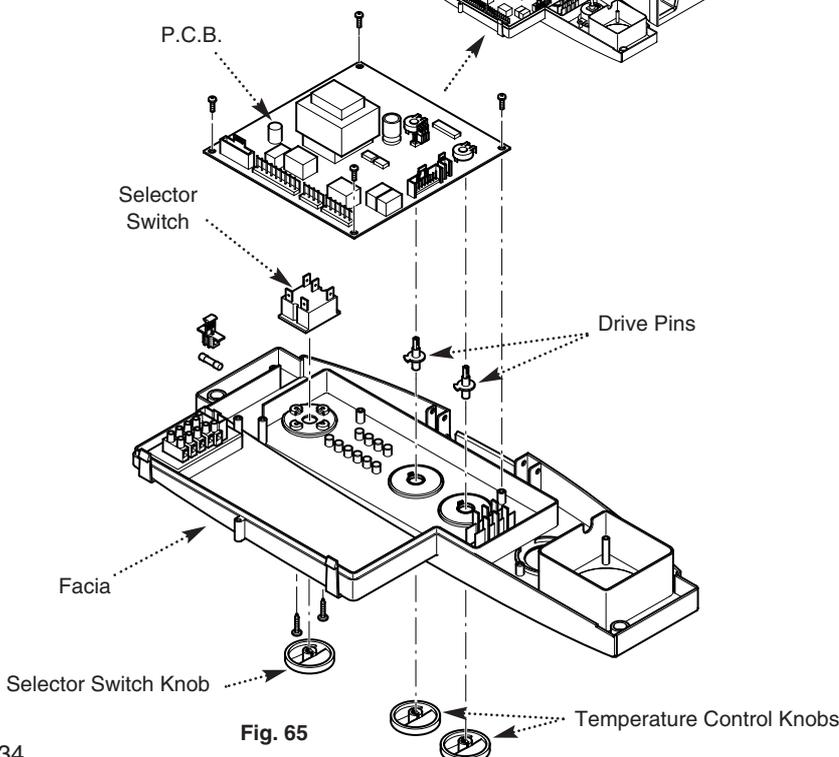

Fig. 65
12.19 P.C.B. (Fig. 65)
12.20 Selector Switch (Fig. 65)